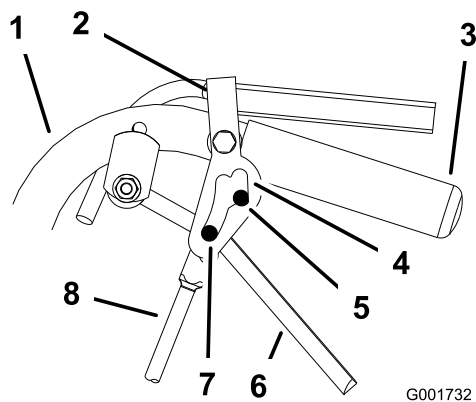

Figura 39
5. Quite y ponga el bloqueo de punto muerto comprobando que la rueda no gira (Figura 39). Continúe con este proceso hasta que la rueda no gire.